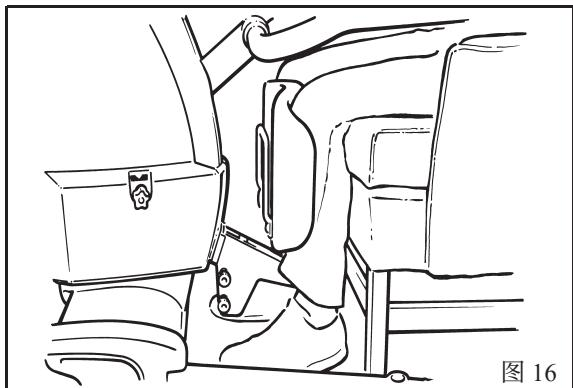

图 16
6. 慢慢地小心推近移位机，让小腿与 Proactive Pad 完全接触上。（见图 16）